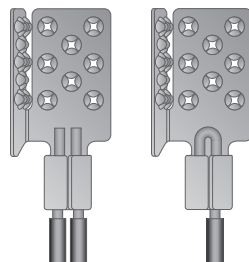

Fig. 7. Krimp kablerne i terminalerne
10. Klargør forbindelseskablerne til banerne af varmefolie (fig. 7)